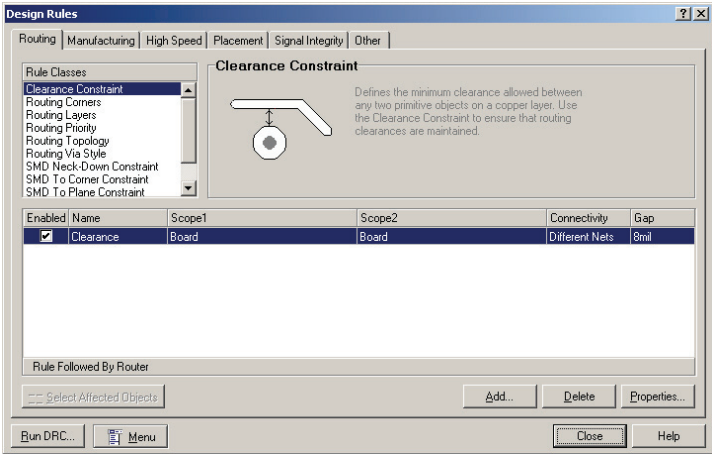
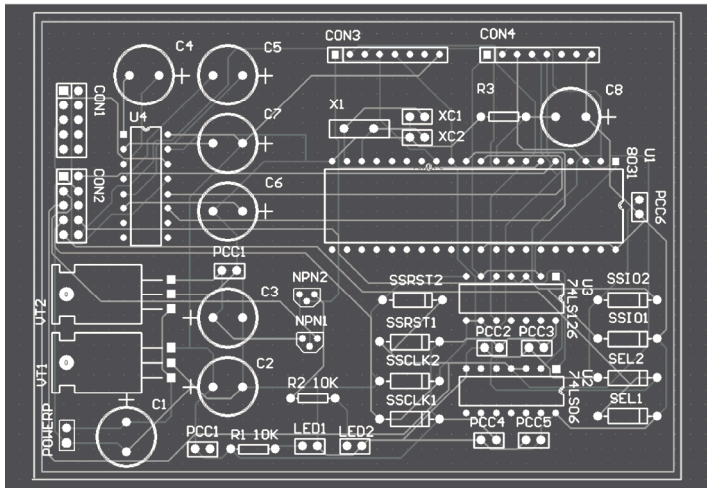
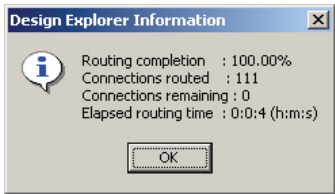

图 6-61 “Design Rules” 对话框
图 6-74 自动布线所得到的 PCB 布线图
图 6-75 “Design Explorer Information”对话框
首先选择“Design”→“Rules”命令，系统将会弹出如图 6-61 所示的“Design Rules”对话框，在此对话框中可以设置布线参数。
单击图 6-61 中的“Routing”选项卡，即可进入布线参数的设定。布线规则一般都集中在 Rule Classes（规则类）中。在该选项卡中可以设置：Clearance Constraint（走线间距约束）、Routing Corners（布线拐角模式）、Routing Layers（布线工作层）、Routing Priority（布线优先级）、Routing Topology（布线的拓扑结构）、Routing Via Style（过孔的类型）、SMD To Corner Constraint（走线拐弯处与磁敏二极管的距离）、Width Constraint（走线宽度）。下面分别讲述这些选项的设置。
3) 单击“Route all”按钮，程序就开始对电路板进行自动布线。完成布线后的结果如图 6-61 所示。因为电路图比较大，图 6-74 中的元器件细节没有显示，可以选择“View”→“Area”命令局部放大某些部分。最后系统弹出一个“Design Explorer Information”对话框，如图 6-75 所示，用户可以了解到布线的情况。